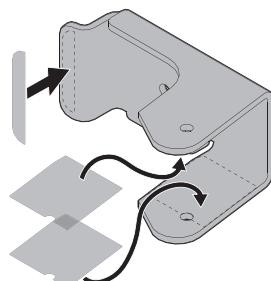

Figura 29
- Antes del ensamblado, despegue las calcomanías adhesivas de la hoja y aplíquelas a las superficies interiores de los soportes del colgador de pesas del lado derecho e izquierdo, como se muestra en la Figura 29.